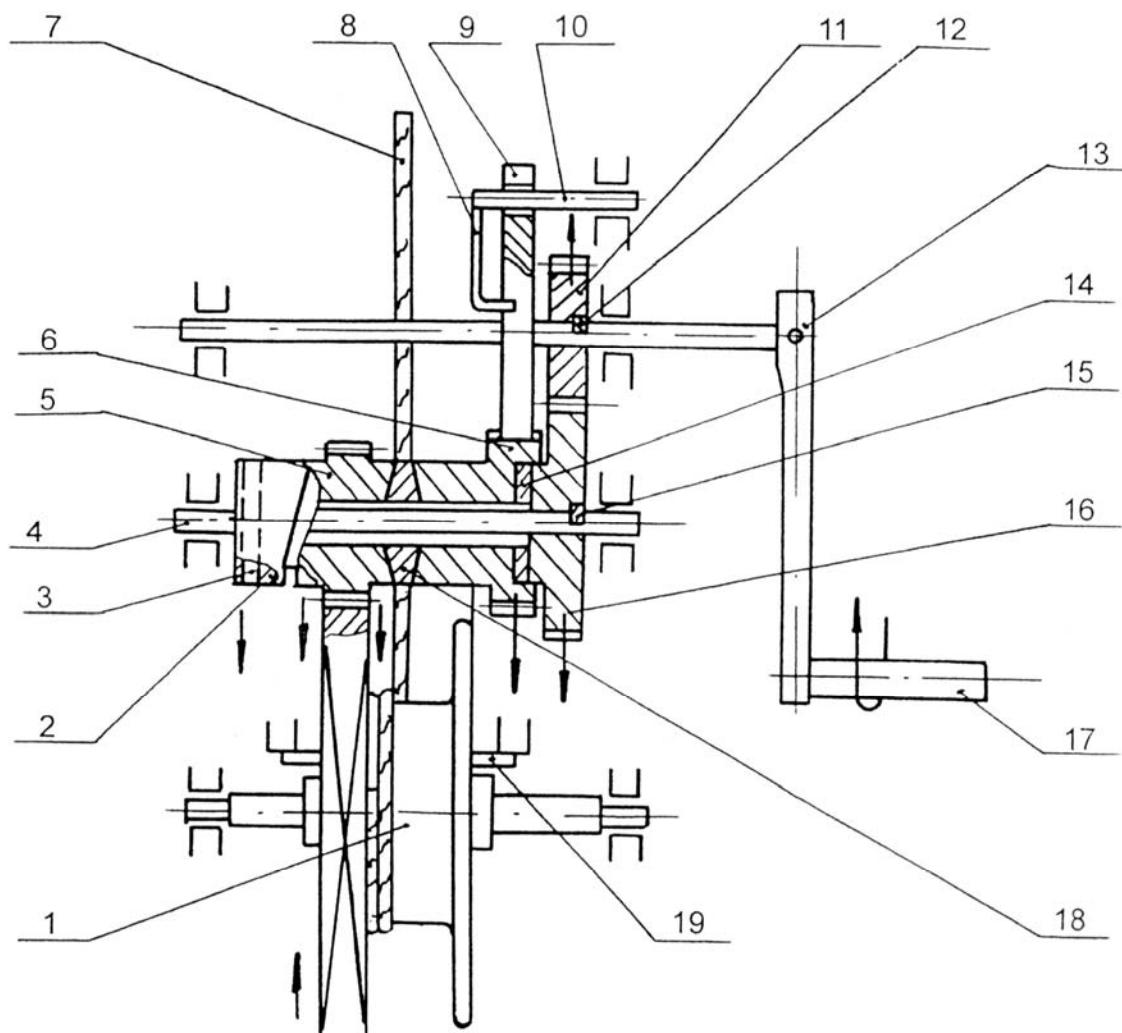
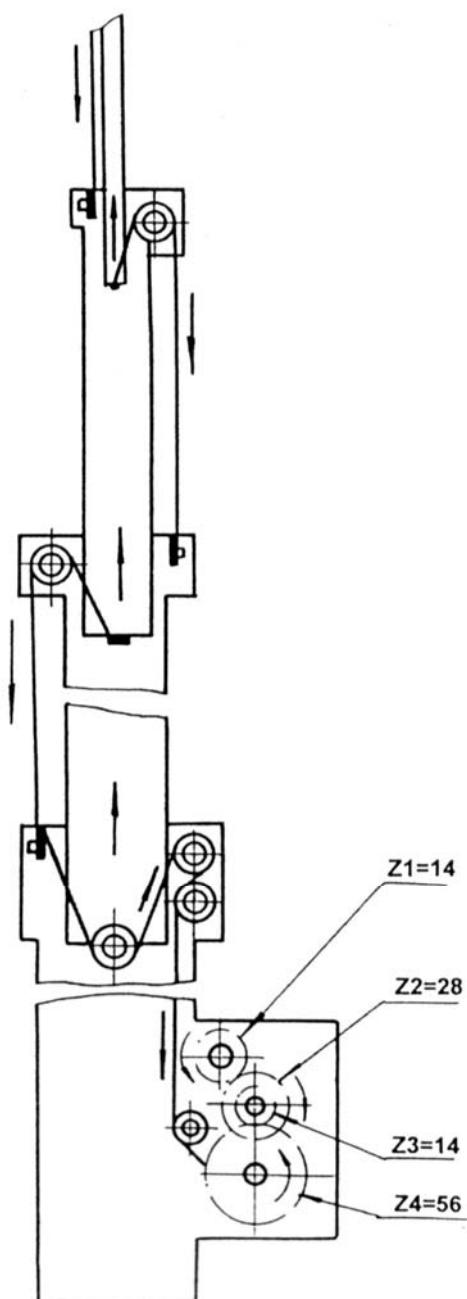
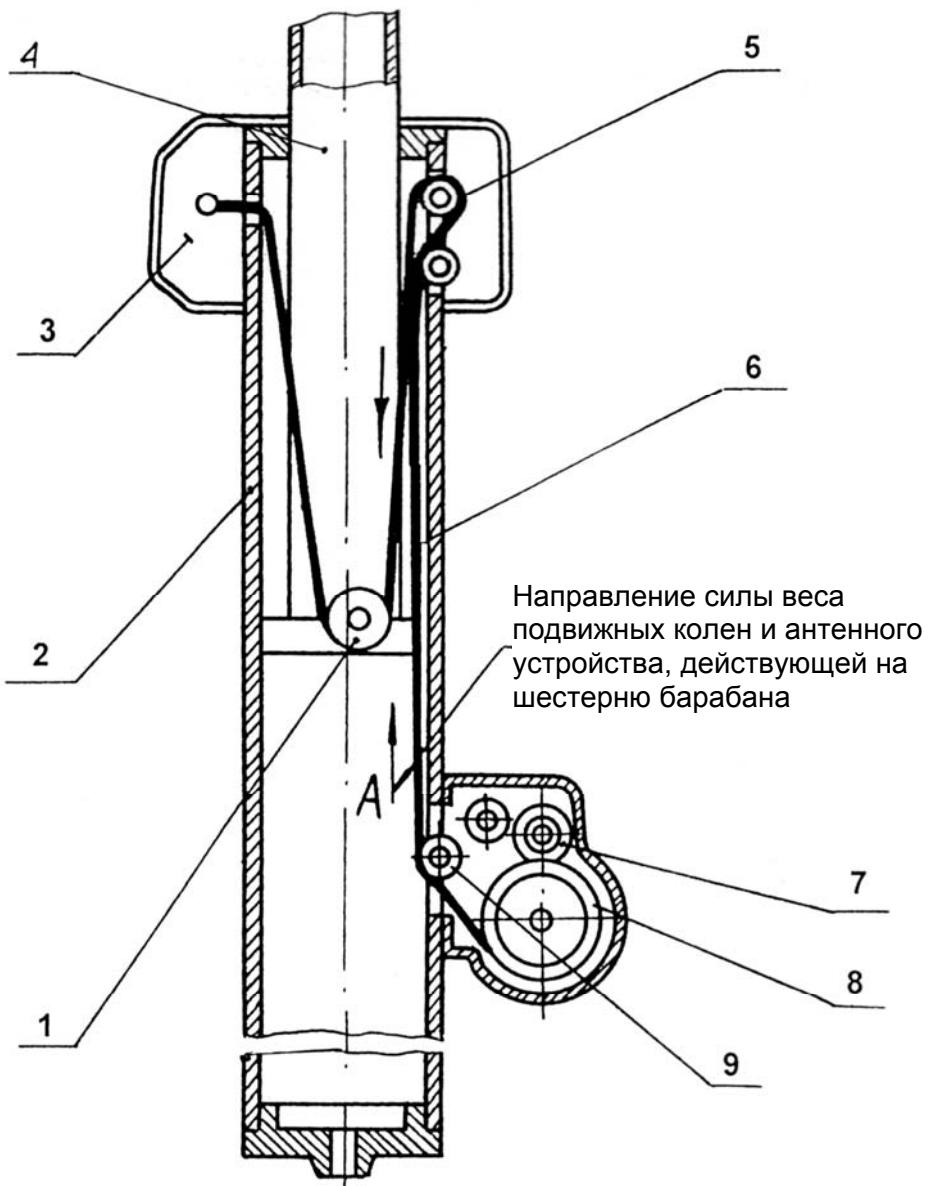

Рис. 9 – Схема механизма лебедки
Рис.11 – Кинематическая схема телескопической мачты
Рис.12 – Схема соединения троса второго колена с первым коленом и барабаном лебедки
Механизм лебедки, схема которого приведена на рис. 9, состоит из следующих основных частей:
- шестерни (см. рис. 9), которая составляет одно целое с барабаном 1, на который наматывается трос;
При развертывании мачты рукоятка 17 вращается по часовой стрелке (см. рис. 9), при этом шестерня 11 передает вращение шестерне 16 и специальной гайке 2, которая жестко закреплена на оси 4 с шестерней 16. Так как в специальной гайке на торце имеется винтовой выступ, а на шестерне 5 соответствующая винтовая впадина, то с началом вращения, гайка, упираясь своим винтовым выступом в винтовую впадину шестерни 5, сдвигает последнюю вправо. При этом шестерня 5 приводит в сцепление с
В результате получается одновременный подъем всех кольев (рис. 11). Собачка 9 (см. рис. 9) при развертывании мачты постоянно соприкасается с зубьями храпового колеса 6, вследствие чего в механизме лебедки прослушиваются характерные щелчки.
Если при развертывании мачты прекратить вращение рукоятки, то усилие, прикладываемое к рычагу лебедки и передаваемое на шестерню 5, заменит сила, состоящая из веса поднимаемой части мачты и веса антенного устройства. Эта сила будет действовать на зубья шестерни барабана 1 по стрелке «А» (рис. 12) и не позволит шестерни 5 (см. рис. 9) выключиться из фрикционного зацепления. Так как храповое колесо 6 будет зажато, то оно не даст возможности поворачиваться фрикционному тормозу благодаря собачке 9 (см. рис. 9), которая упрется во впадину храпового колеса 6, и механизм лебедки вращаться не будет.
При свертывании мачты рукоятка 17 (см. рис. 9) вращается против часовой стрелки, вследствие этого весь механизм вращается в сторону, противоположную указанный стрелками. Специальная гайка 2 вершиной своего винтового выступа подходит к срезу винтовой впадины на шестерне 5. Между специальной гайкой 2 и шестерней 5 создается зазор величиной 0,2...0,4 мм (рис. 13).
Так как шестерня 5 (см. рис. 9) сидит свободно на оси 4, то она передвинется влево по этой оси и фрикционное сцепление прекратится. Шестерня 5 начнет вращать шестерню с барабаном 1. С последнего будет сматываться трос. Одновременно с этим под действием собственного веса всех подвижных коленьев и антенного устройства коленья начнут входить одно в другое до тех пор, пока не сойдутся хомуты на них. После схождения хомутов вращение рукоятки прекратить. Палец 19, перемещаясь в пазу барабана 1, упирается в выступы корпуса и ограничивает вращение рукоятки при свертывании.
Если при свертывании мачты прекратить вращение рукоятки, то сила «A» (см. рис.12), действующая на трос при развертывании и свертывании мачты в одну и ту же сторону, заставит весь механизм лебедки поворачиваться в обратную сторону. Благодаря давлению зубьев шестерни барабана 1 (см. рис. 9) на зубья шестерни 5, последняя под действием винтового выступа сдвинется вправо и получится фрикционное сцепление. Собачка 9, упираясь во впадину храпового колеса 6, не даст возможности поворачиваться всему фрикционному тормозу, и механизм лебедки вращаться не будет. В результате этого самостоятельного опускания мачты не произойдет.